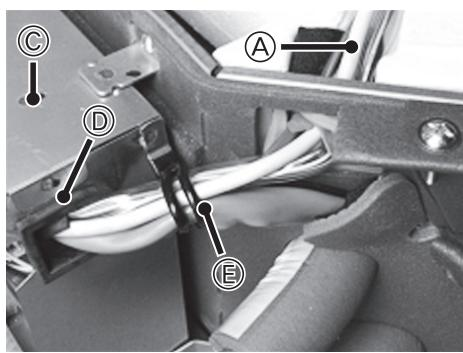

Fig. 4-3
- Δρομολογήστε το ασύρματο καλώδιο ζεύξης μέσα από τον ΔΑΚΤΥΛΙΟ του πίνακα του ηλεκτρικού εξαρτήματος και, στη συνέχεια, συνδέστε το καλώδιο στο CN90 της εσωτερικής πλακέτας ελέγχου. (Fig. 4-3)